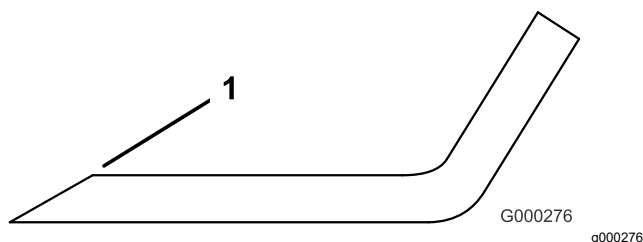

Рисунок 128
3. Проверьте режущие кромки всех ножей и заточите их, если они затупились или имеют зазубрины (Рисунок 128).
Примечание: Чтобы ножи всегда оставались острыми, затачивайте только верхнюю сторону режущей кромки и сохраняйте первоначальный угол заточки (Рисунок 128). Балансировка ножа не